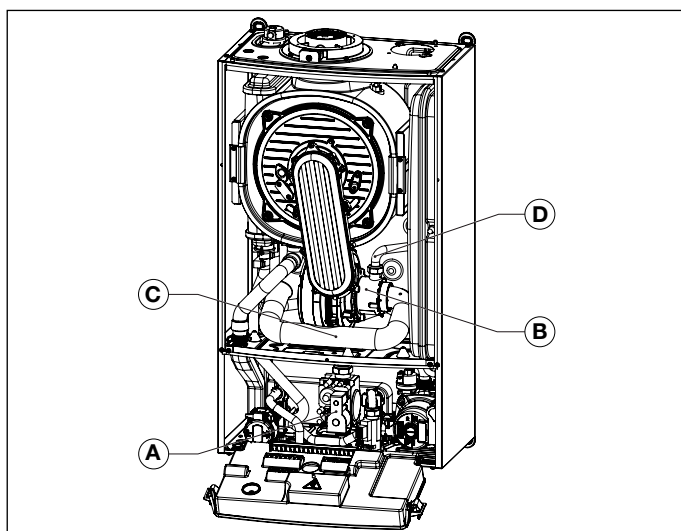

Fig. 26 Silenciador de aspiración
- Quitar la cámara de aspiración, teniendo cuidado de desatornillar primero el tornillo que la fija al mezclador (ver Fig. 26 Silenciador de aspiración).
- Desconectar el tubo de gas del mezclador (ver Fig. 26 Silenciador de aspiración).